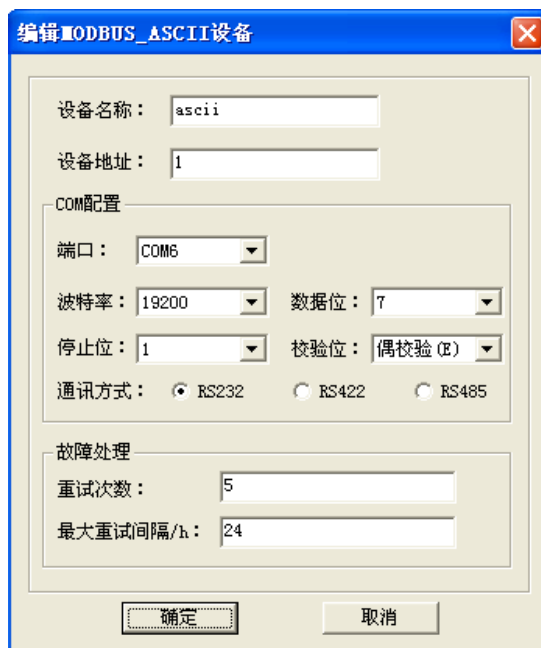

图 6-18 编辑 MODBUS_ASCII 窗口
(2) 编辑“设备名称”、“设备地址”、“COM 配置”，如图 6-18 所示，点击“确定”按钮，添加成功。
(3) 选中需要修改的 MODBUS_ASCII 设备，右键/编辑，或菜单栏中设备/编辑，或者点击编辑图标“”，即可弹出编辑窗口，如上图 6-18 所示。